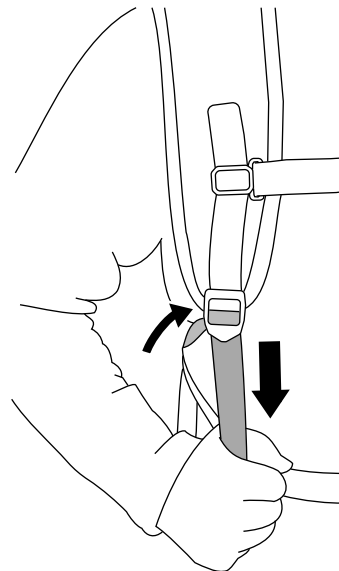

Figure 11
4. Tirez le dispositif de réglage des courroies d'épaules jusqu'à ce qu'elles soient bien ajustées (Figure 11).